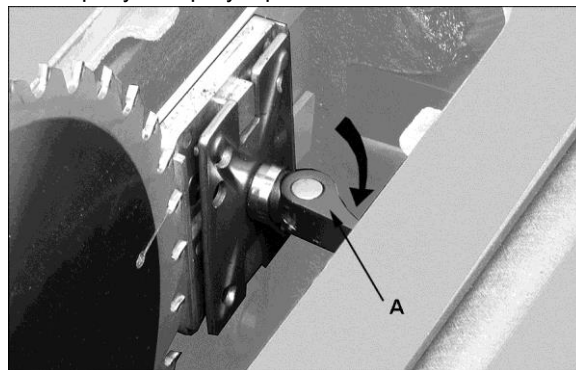

Рис. 21
4. Потяните ручку (А см. рис. 21) и снимите расклинивающий нож, делая заметки, в каком направлении расклинивающий нож должен быть подвинут с целью приведения его в параллель с пильным диском.